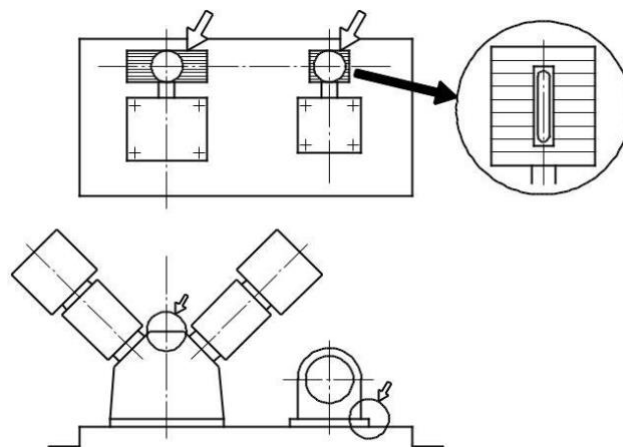

Рисунок 2-5 Точки определения горизонтального положения
- После полного застывания бетона выполните окончательное выравнивание. Удалите временные выравнивающие подкладки. Точное выравнивание по длине и ширине выполняется с помощью регулировочных подкладок (см. рис. 2-5 и 2-6).